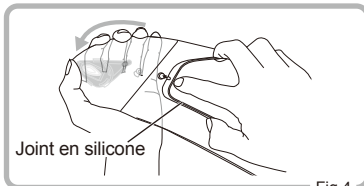

Fig. 4
- 4 Agrafez les trois boutons-pression. Procédez de la même manière de l'autre côté. (Fig.4)